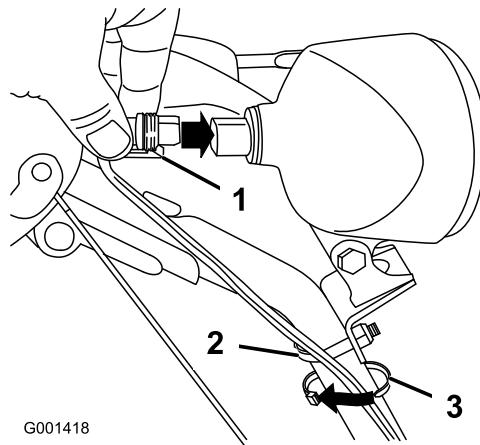

Figure 17
1. Branchez directement le connecteur qui est au bout du fil à l'arrière du phare et enfoncez-le bien en place (Figure 17).